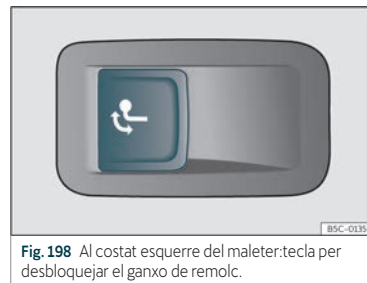

Fig. 198 Al costat esquerre del maleter: tecla per desbloquejar el ganxo de remolc.
- Estireu la tecla» **fig. 198** breument. El ganxo de remolc es desbloqueja elèctricament i es gira automàticament cap a fora. L'indicador de control de la tecla fa pampallugues.
- Estireu la tecla» **fig. 198** breument. El ganxo de remolc es desbloqueja elèctricament.
- Si l'indicador de control de la tecla » **fig. 198** → fa pampallugues, significa que el ganxo de remolc encara no s'ha encastat correctament o que està malmès » **△**.
- Si l'indicador de control» **fig. 198** → roman encès amb la porta posterior oberta, el ganxo de remolc està correctament encastat tant quan està extret com quan està escamotejat.
- No premeu mai la tecla» **fig. 198** quan hi hagi un remolc enganxat o hi vagi muntat un portaequipatges o altres accessoris sobre el ganxo de remolc.